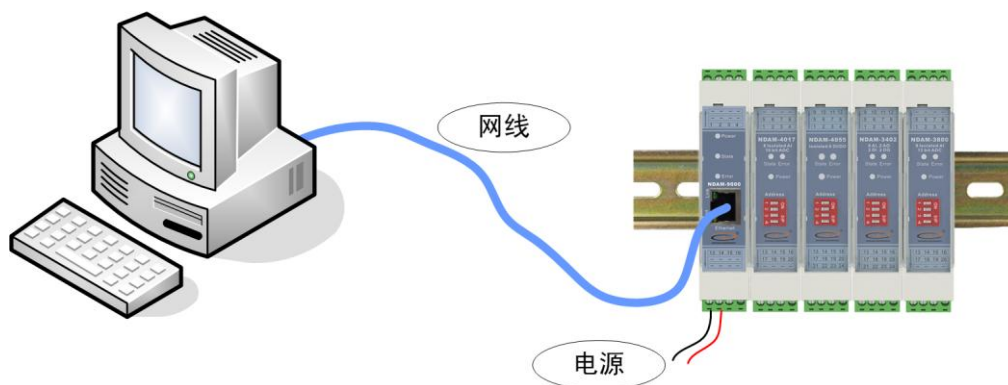

图 3.1 NDAM-1804 测试接线示意图
- ① 将 PC 机、NDAM-9000 和 NDAM-1804 模块按照如图 3.1 所示进行连接；